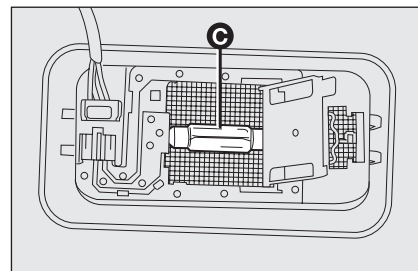

fig. 42
- remplacer l'ampoule **C-fig. 42** en la dégageant des contacts latéraux, puis monter la nouvelle ampoule en s'assurant qu'elle soit correctement bloquée entre ces contacts;